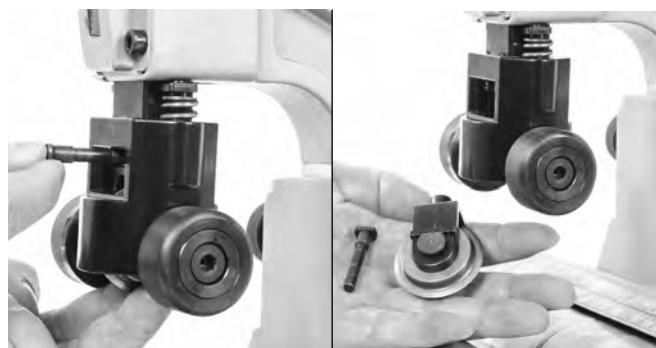

Figure 14 – Retrait du porte-galet
1. Retirez la cheville de la coulisse pour libérer le porte-galet (Figure 14).